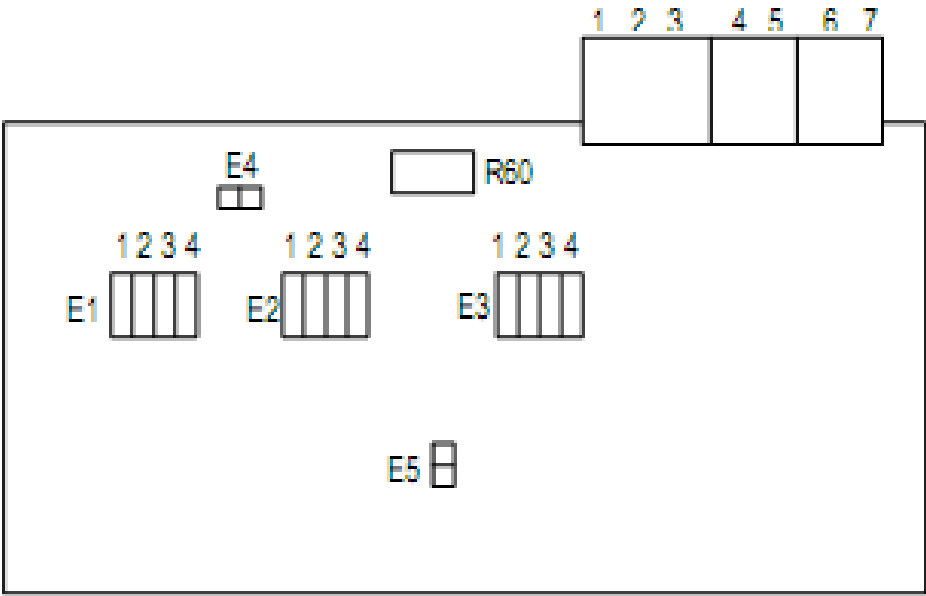

Figura 3.101. Disposição dos Conectores, Ajustes e Estrapes do Condicionador para Tacogerador.
- Potenciômetro R60 de ajuste de ganho e estrapes E1 a E5 (ver **figura 3.101**).